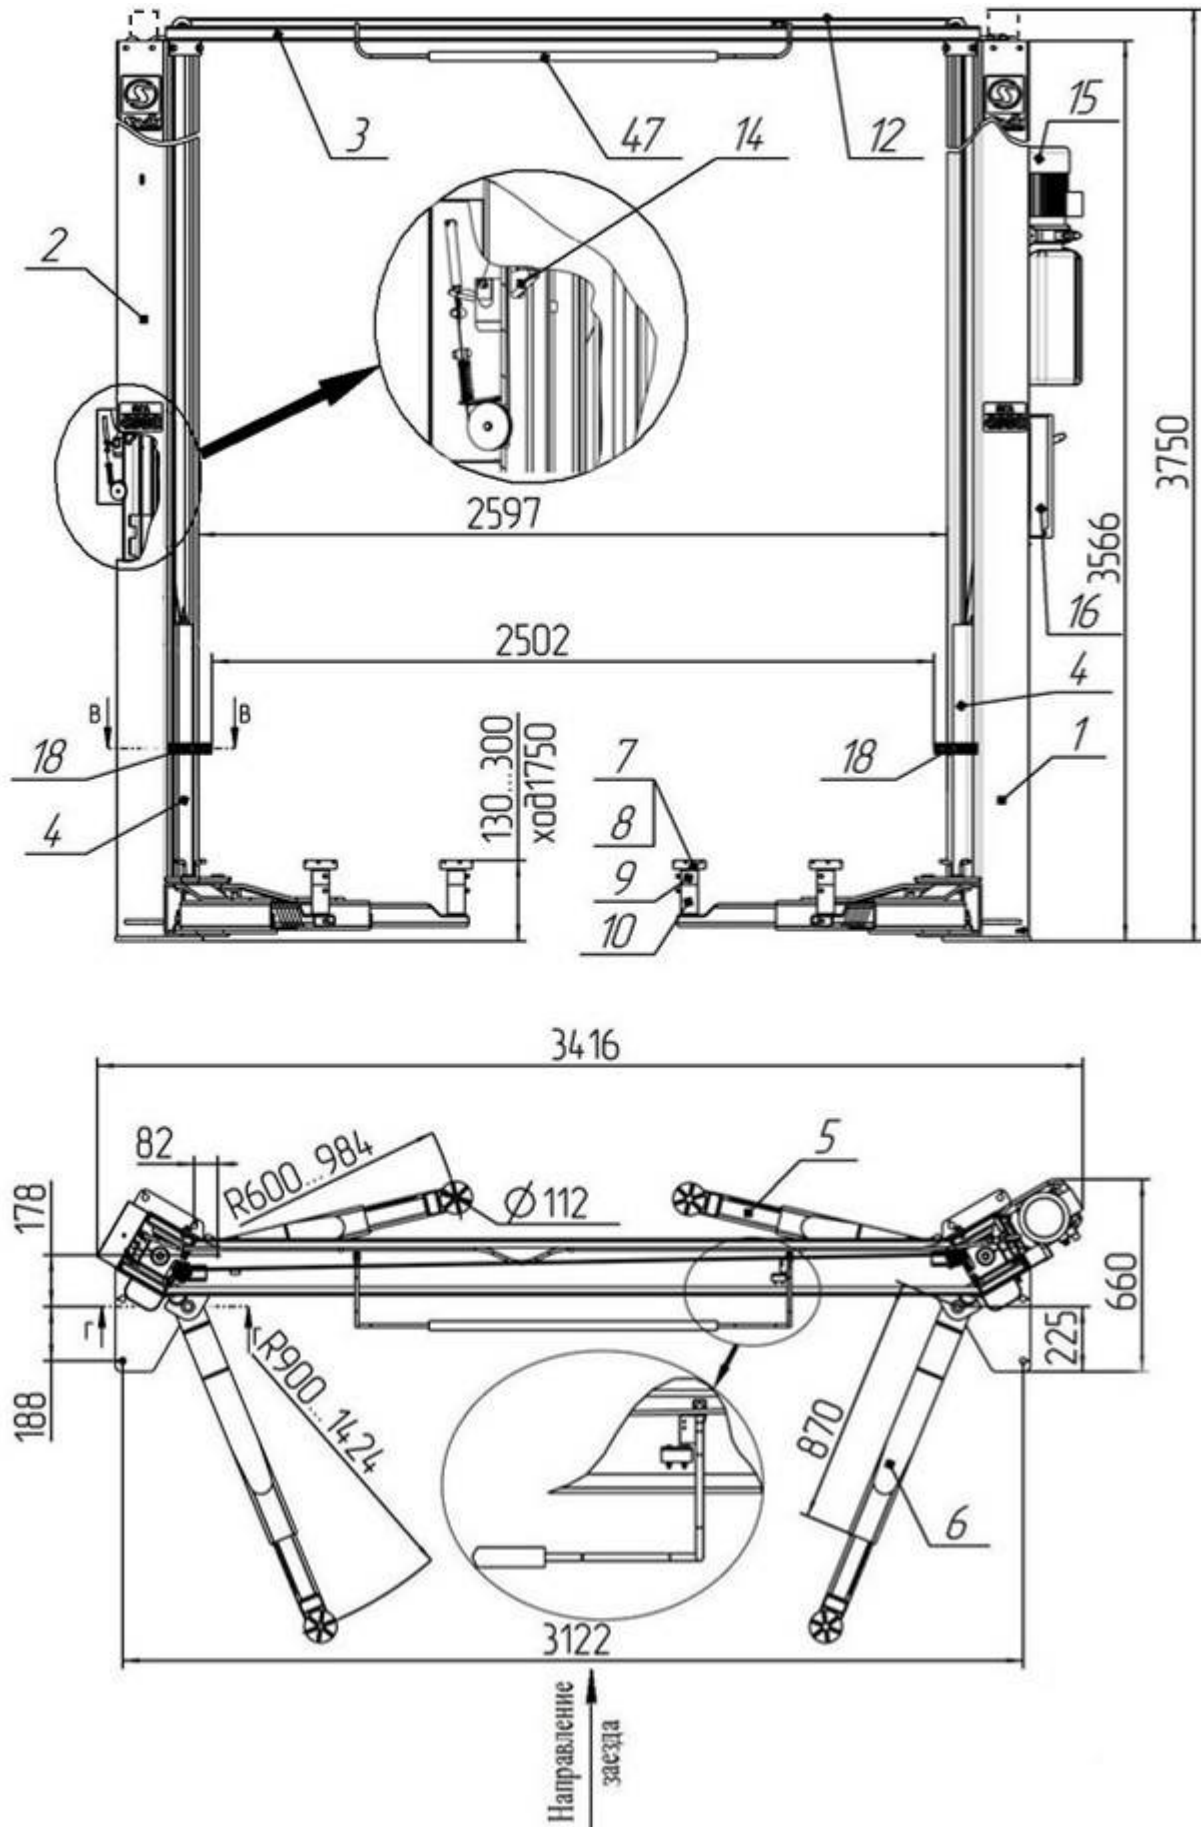

Рисунок 3.1 - Общий вид подъемника
Подъемник (рисунок 3.1) состоит из двух стоек коробчатого сечения - правой 1 и левой 2, соединенных между собой перекладиной 3. В стойках размещены каретки 4 с закрепленными на них поворотными телескопическими подхватами 5 и 6 разной длины. На концах подхватов 5, 6 установлены опоры 7, втулки резьбовые 8, втулки 9, 10, фиксируемые болтом М8х16. Подхваты фиксируются стопорными устройствами 11 (рисунок 4.1а), автоматически срабатывающими при подъеме автомобиля. При опускании кареток 4 в крайнее нижнее положение происходит автоматическое расстопорение подхватов 5 и 6. Каретки 4 приводятся в движение гидравлическими цилиндрами, установленными внутри стоек. Подъемник снабжен системой 12 тросовой синхронизации движения кареток 4.
Каждая каретка 4 (рисунок 4.1б) снабжена полиамидными ползунами 13, скользящими по беговым дорожкам стоек 1 и 2. Каретки фиксируются на требуемой высоте стопорами-защелками 14 (рисунок 3.1), закрепленными на стойках 1,2 и входящими в зацепление с решетками на каретках 4.
- касании автомобилем ограничительной дуги 47 перекладины 3 (рисунок 3.1);
Для предотвращения повреждения дверей автомобиля (при открывании) на каретки 4 установлены накладки 18, фиксируемые винтами М8х30, шайбами 8Г и шайбами 8 (рисунок 3.1 и рисунок 4.1а).